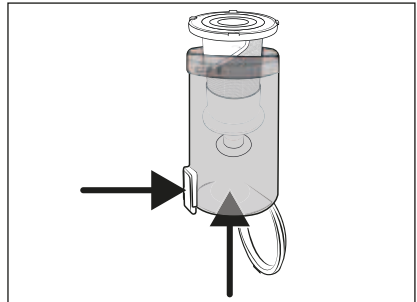

Abb. 18
- 3) Entnehmen Sie den Edelstahlfilter **5** aus dem Staubbehälter **6**, indem Sie die Staubbehälterdeckel-Entriegelungstaste **7** drücken. Schieben Sie dann den Edelstahlfilter **5** von unten aus dem Staubbehälter **6** heraus (siehe Abb. 18).